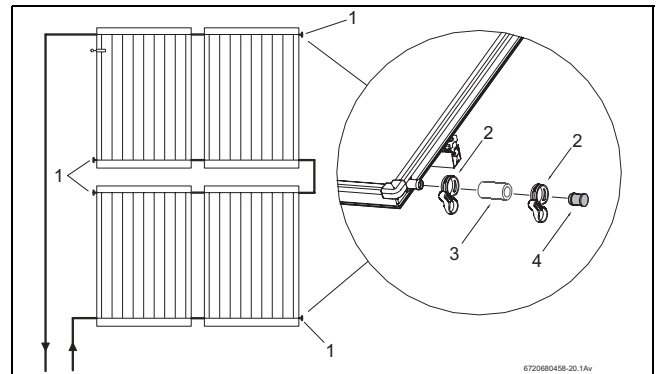

Fig. 57 Instalarea dopurilor oarbe premontate
Închideți dopurile oarbe ale pieselor de îmbinare nefolosite, a panourilor (Fig. 57, [1]).
- ▶ Introduceți furtunurile solare de 55 mm (Fig. 57, [3]) cu dopurile oarbe premontate pe ambele piese de îmbinare libere.